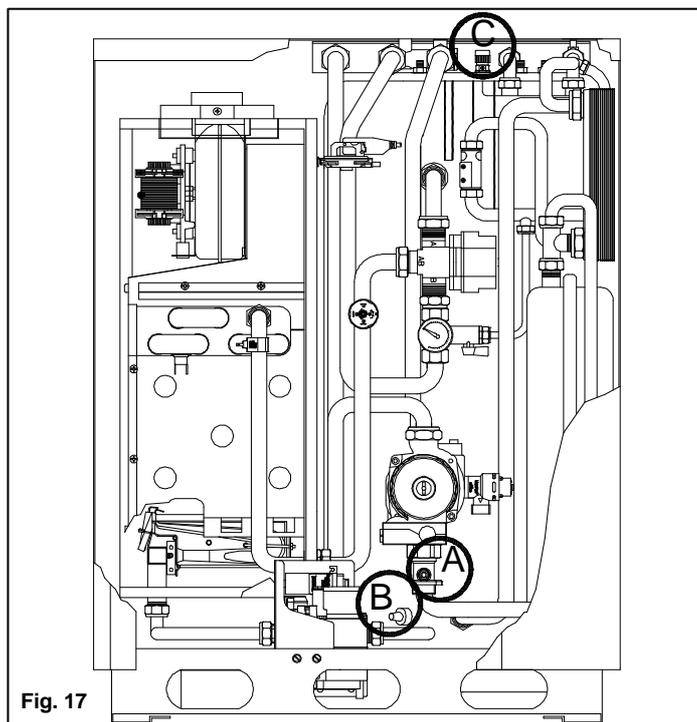

Fig. 17
- Ouvrir le robinet **A** de vidange de l'installation (Fig. 17);
- **Pour vidanger uniquement la chaudière, fermer les robinets départ/retour du circuit de chauffage et ouvrir seulement le robinet A de vidange placé sur la partie inférieure de la chaudière dans le collecteur de la pompe (Fig. 17).**
- Brancher le tuyau de vidange et ouvrir le robinet **B** de vidange de l'accumulateur (Fig. 17);
Tous les 12 mois ou plus fréquemment si la quantité et la consommation de l'eau l'exigent, vérifier l'état de l'anode au magnésium et, si nécessaire, la remplacer. Pour vérifier l'état de l'anode, ouvrir la vanne **C** située sur la partie supérieure de l'accumulateur (Fig. 17) la tourner dans le sens des aiguilles d'une montre : si de l'eau en sort, alors l'anode est usée et il faut la remplacer. Si au contraire, l'eau ne sort pas de la vanne, alors l'anode fonctionne encore de façon satisfaisante. **A la fin de l'opération de vérification décrite plus haut, se rappeler de refermer correctement la vanne.**